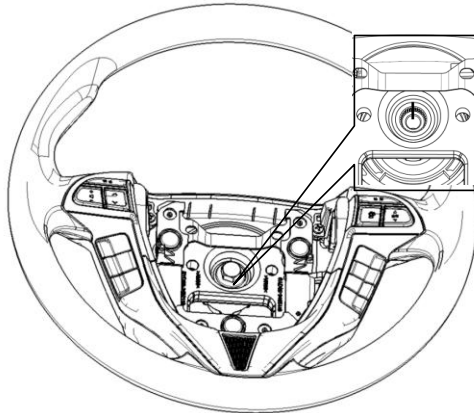

图 4-16
② 在转向盘总成和转向管柱及万向节总成上做好配合标记。如图 4-16 所示。